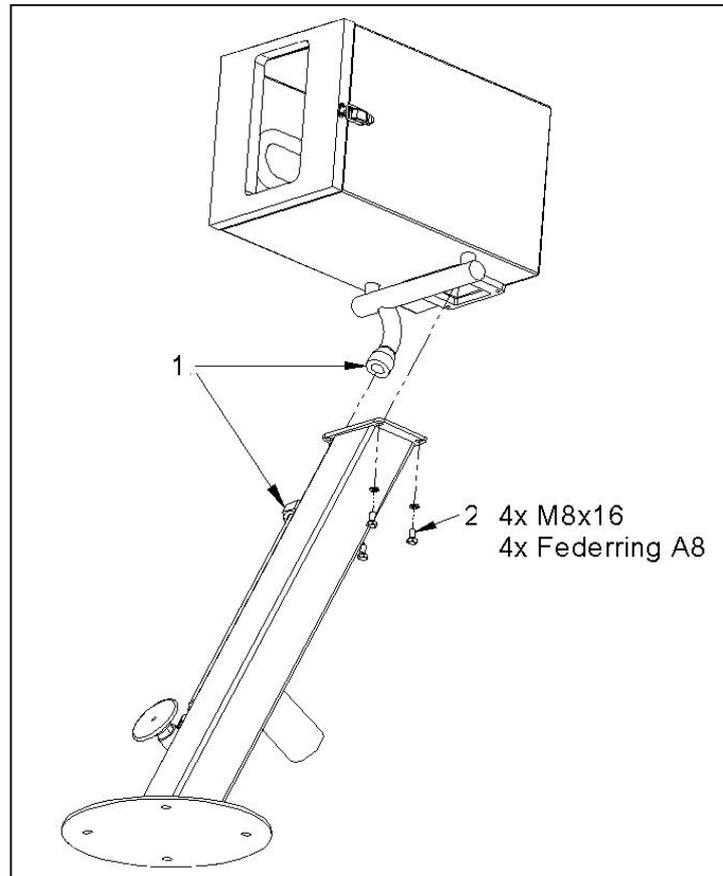

Fig. 5-1
1. Serrer fermement la conduite d'eau (1) (Fig. 5-1).
2. Visser la partie inférieure de la machine sur la partie supérieure de la machine à l'aide des 4 vis fournies (2) (Fig. 5-1).